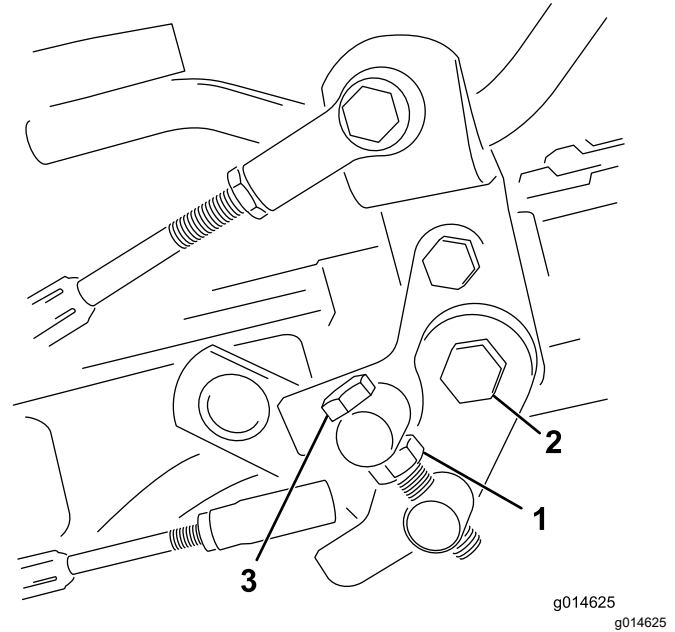

図 37
1. トラニオンボルトのジャムナットをゆるめる図 37。
4. トラニオンボルトのジャムナット、およびペダルピボットのナットを締め付けて調整を固定する図 37。調整を確認し、必要に応じて再調整する。